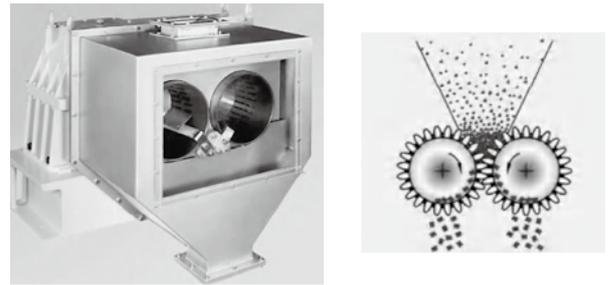

図4 ギヤペレタイザ 外観, 構造
2つのギヤロールの間の供給された原料は、ギアの噛みこみにより圧縮されギアの歯底部に設けられたスクリーンから順次押出されて、ギヤロールの内側にあるスクレーパで切断されてΦ1-5mmペレット状の製品に成型できる（図4参照）。中圧または低圧の造粒機で大口径のペレットに向く。ノズル交換が容易であるので、製品径と硬さが調整しやすく、多品種のペレット製品が得られる。
- Fig. 4 Gear Pelletizer construction